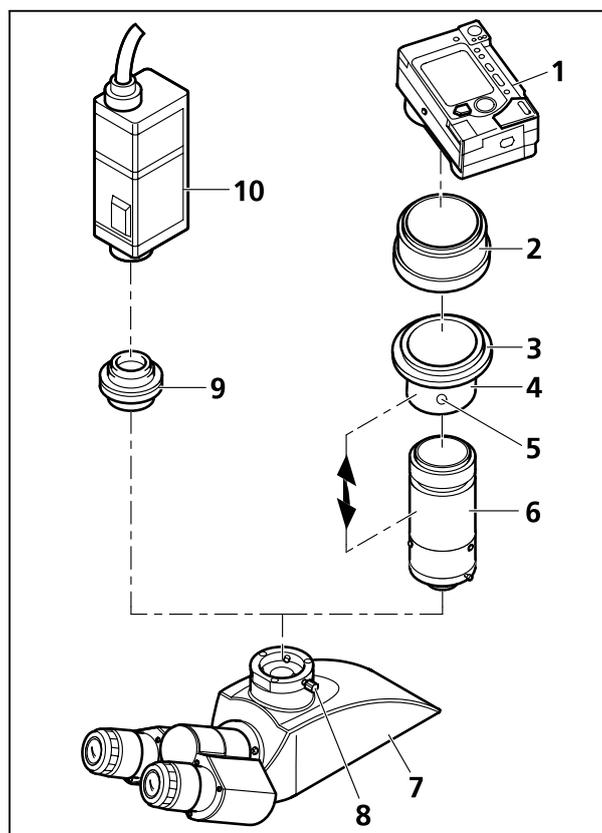

Figura 17 Fijar una cámara fotográfica
- En caso dado fijar al principio el fototubo (Figura 17/7) (véase el apartado 3.4.1).
- Aflojar el tornillo de apriete (Figura 17/8) y quitar la tapa protectora del fototubo.
- La montura corrediza (Figura 17/4), el anillo roscado adaptador M37/52 (Figura 17/3) y la montura de lente (Figura 17/6) se suministran como grupo premontado llamado **adaptador para cámara digital P95 M37/52x0,75**. El dibujo al margen muestra este grupo en estado desmontado. El anillo roscado adaptador M37/52 (Figura 17/3) puede desenroscarse de la montura corrediza (Figura 17/4) (no representado aquí) para fijar una cámara con rosca M37.
- Montar el anillo adaptador (Figura 17/2) (dentro del volumen de suministro de la cámara) a la cámara (Figura 17/1) (véase las instrucciones para el uso de la cámara).
- Enroscar la unidad, compuesta de la montura corrediza (Figura 17/4), el anillo roscado adaptador M37/52 (Figura 17/3) y la montura de lente (Figura 17/6), en el anillo adaptador (Figura 17/2).
- Insertar la cámara con el adaptador hasta el tope en el fototubo, alinearla y fijarla mediante el tornillo de apriete (Figura 17/8).
- Posiblemente hay que optimizar la distancia entre el objetivo de la cámara fotográfica y la montura de lente (Figura 17/6) en dependencia del equipamiento del microscopio o de la cámara utilizada (véase la flecha doble). Esto será necesario en particular cuando es imposible obtener imágenes no cortadas, sea como sea la posición del zoom del objetivo de la cámara. En tal caso hay que hacer los ajustes siguientes en la cámara:
- Soltar el tornillo prisionero (Figura 17/5).
- Variar el zoom del objetivo de la cámara desde gran ángulo (W) hasta tele (T).
- Volver a fijar el tornillo prisionero (Figura 17/5).
Cámaras con rosca C-Mount se acoplan al fototubo del microscopio mediante el adaptador P95-C 2/3" 0,65x ó P95-C 1/2" 0,5x (Figura 17/9).
- Insertar la cámara (Figura 17/10) junto con el adaptador apropiado (Figura 17/9) hasta el tope en el fototubo, alinearla y fijarla mediante el tornillo de apriete (Figura 17/8).